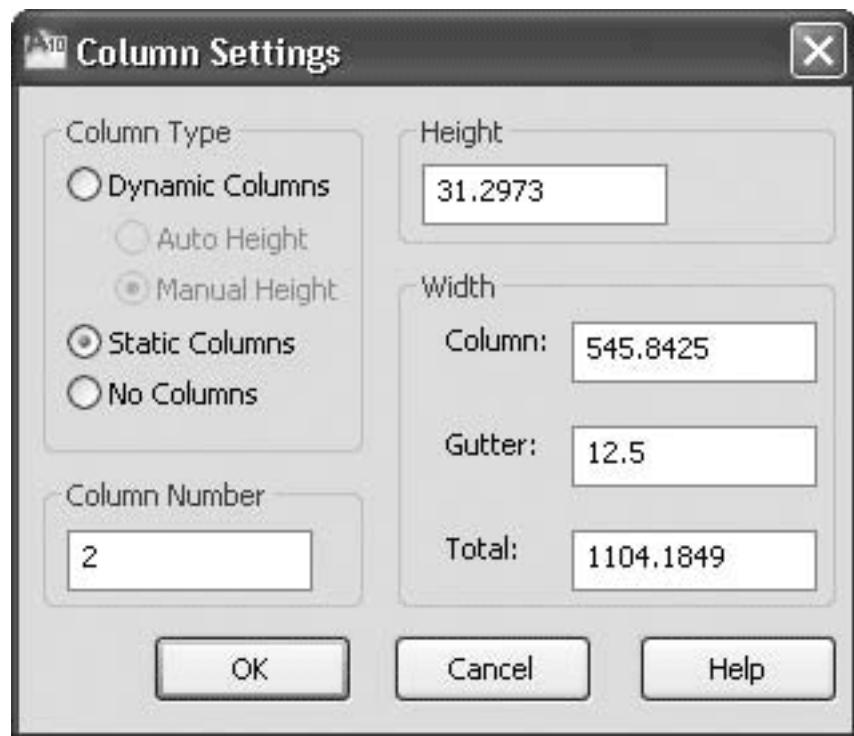

Рис. 4.24. Окно Column Settings (Настройки колонок)
• **Column Settings** (Настройки колонок) – вызывает одноименное диалоговое окно (рис. 4.24). В нем можно задать различные параметры разбиения текста на колонки. В области **Column Type** (Тип колонок) с помощью переключателя можно выбрать требуемый тип колонок. Поля **Column Number** (Количество колонок) и **Height** (Высота) служат для указания количества и высоты колонок. В области **Width** (Ширина) с помощью полей **Column** (Колонка), **Gutter** (Расстояние между колонками) и **Total** (Всего) можно установить ширину колонок, расстояние между ними, а также общую ширину текста. Следует помнить, что при изменении значения одного поля в соответствии с ним автоматически меняются значения в двух других.